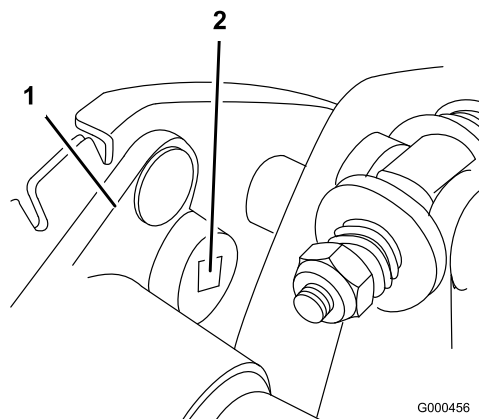

Figura 33
- B. Usando una llave dinamométrica de 3/8 pulgadas, gire el alojamiento del cojinete con una fuerza de 3,9–4,5 Nm para ajustar la tensión de la correa (Figura 33)